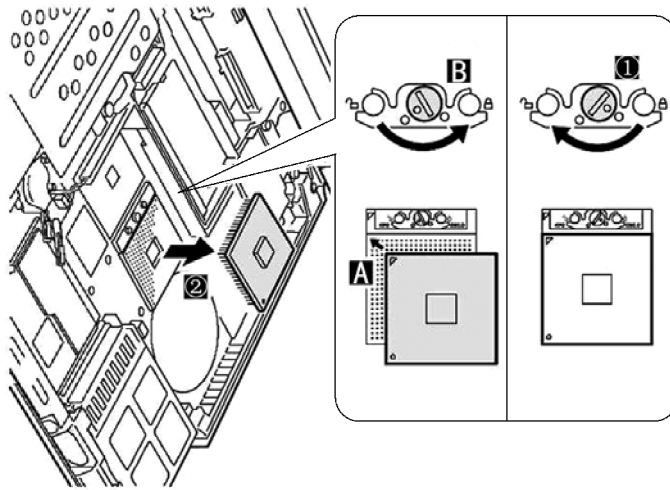

图 2-73 CPU 的拆装方法
笔记本电脑 CPU 的拆装方法如图 2-73 所示，首先应将 CPU 的旋钮朝箭头“①”方向打开，然后按箭头“②”方向即可取出 CPU。安装 CPU 时，注意 CPU 的安装缺脚应与 CPU 座一致（即图中“A”位置）。当 CPU 安放好后，再按照箭头“B”方向关闭旋钮锁。